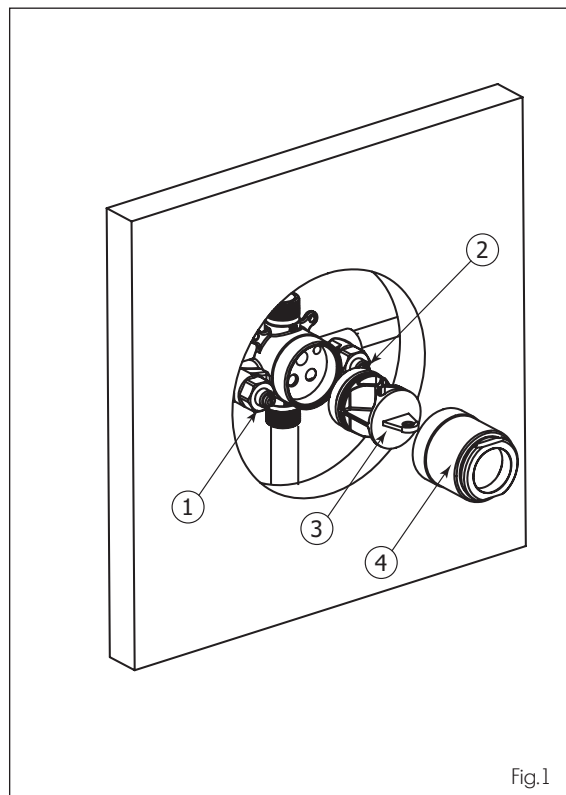

Fig.1
Afterwards, unscrew the cartridge holder (4) and remove the protective plug (3) (see Fig.1).
Dévisser ensuite le manchon de valve (4) et retirer le capuchon protecteur (3) (Voir Fig.1).